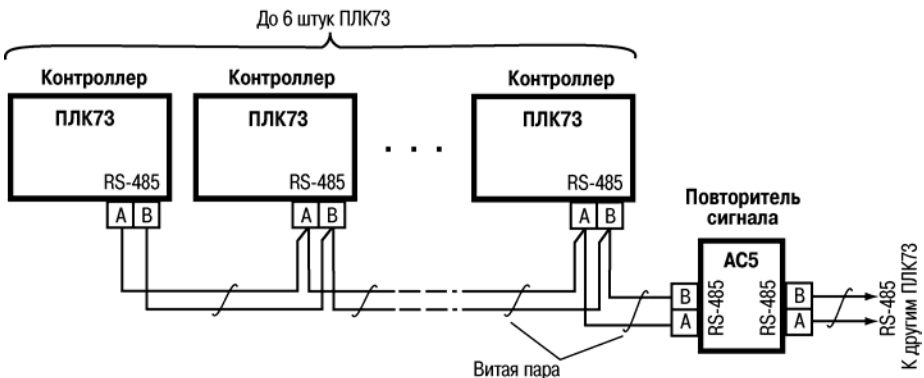

Рисунок 6.3 – Пример схемы подключений в сеть более 6-ти ПЛК73 (AC5 – повторитель сигнала разработки ОВЕН)
**Внимание!** При включении контроллера в сеть RS-485 ПЛК73 в качестве Master (ведущего прибора), в него встроены резисторы, определяющие состояние линии при отсутствии передачи. В связи с этим не допускается включать в один сегмент сети RS-485 более 6 контроллеров ПЛК73, даже если они настроены на работу в режиме Slave (ведомый прибор). При необходимости включить более 6 контроллеров ПЛК73 в сеть RS485 или разделить сеть на несколько сегментов следует использовать усилители/повторители интерфейса RS-485 типа AC5 (см. рисунок 6.3).